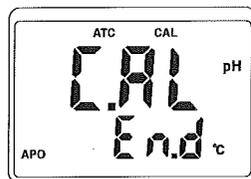

図 16
(12)pH10の校正が終了すると、画面に"SA"と表示が現れた後"CAL"と"End"が一瞬表示し校正が完了します。(図16)